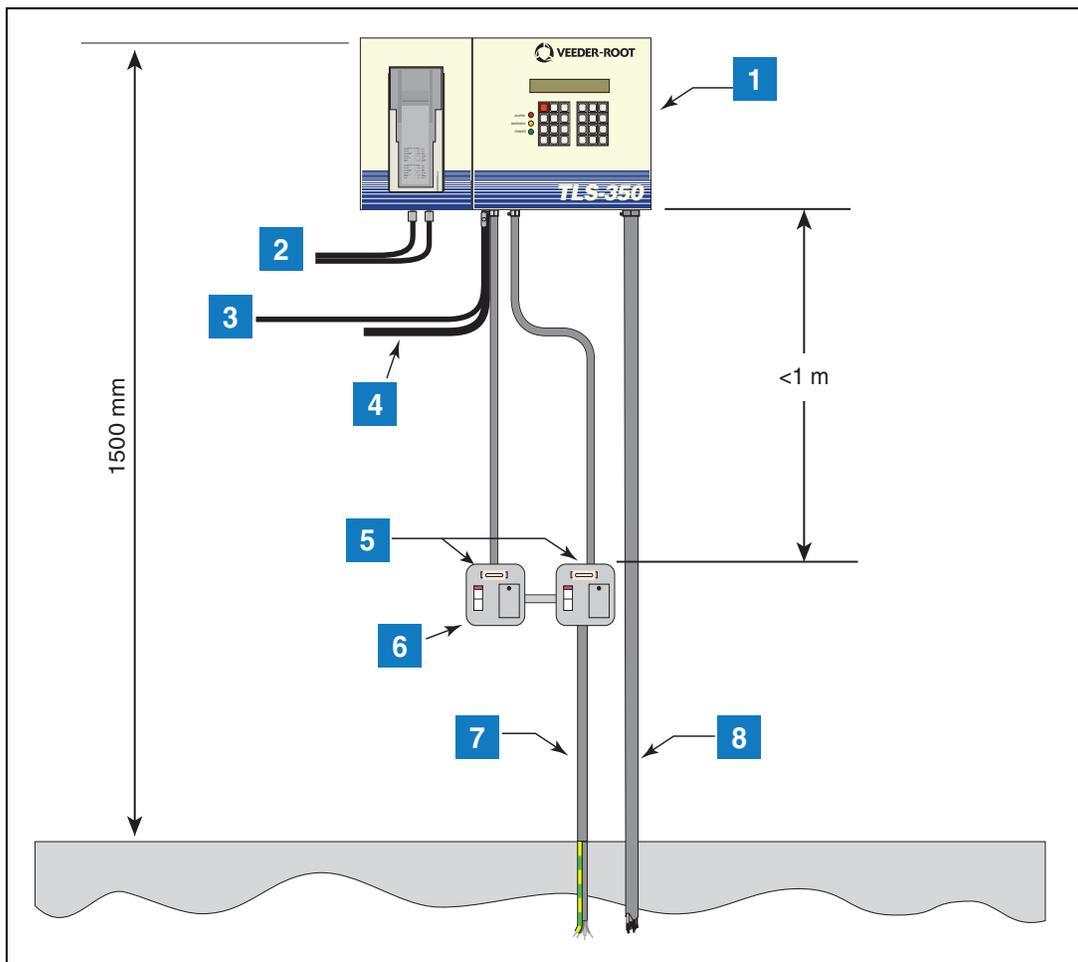
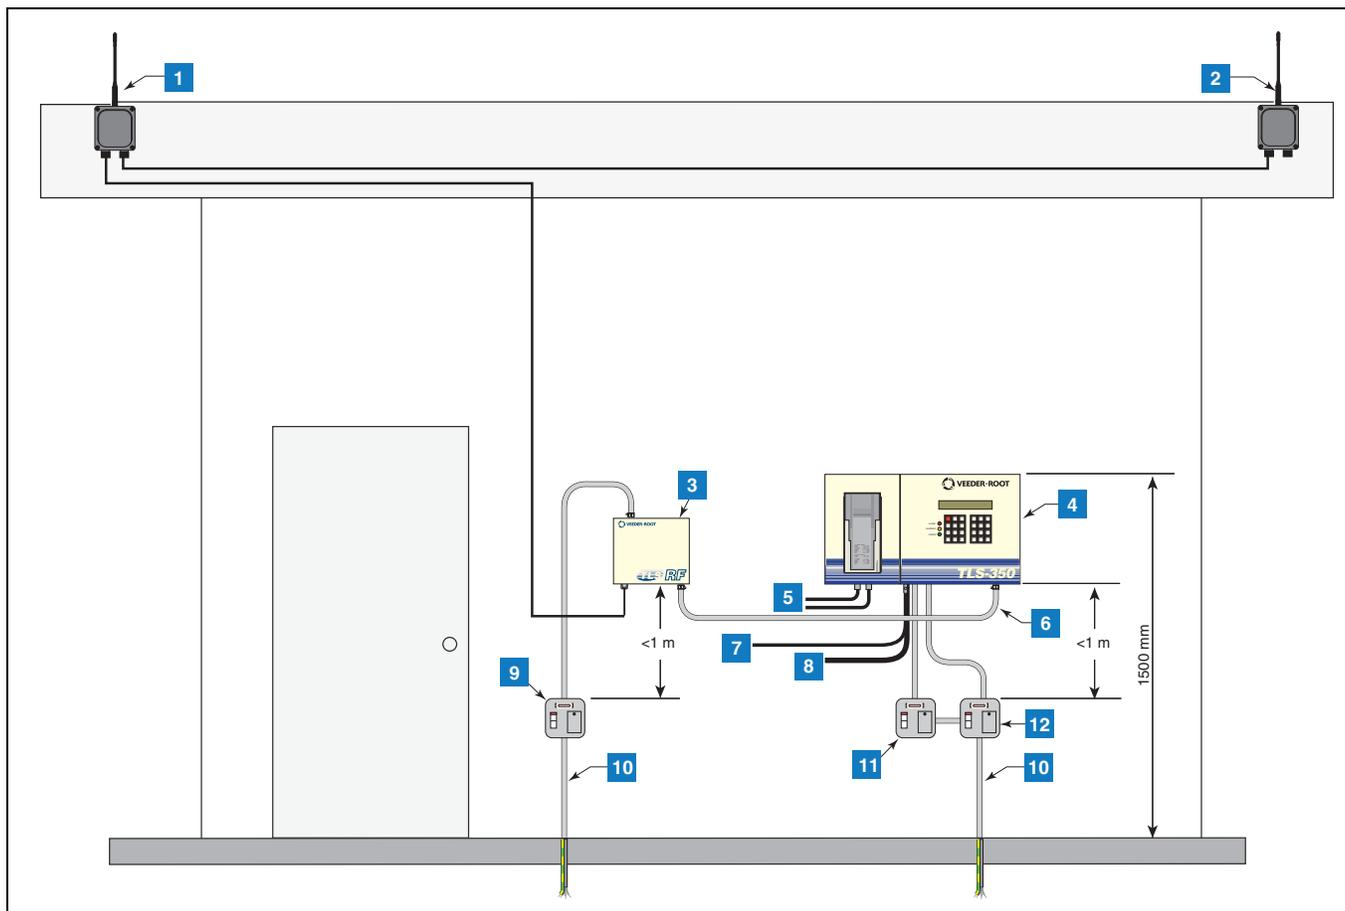
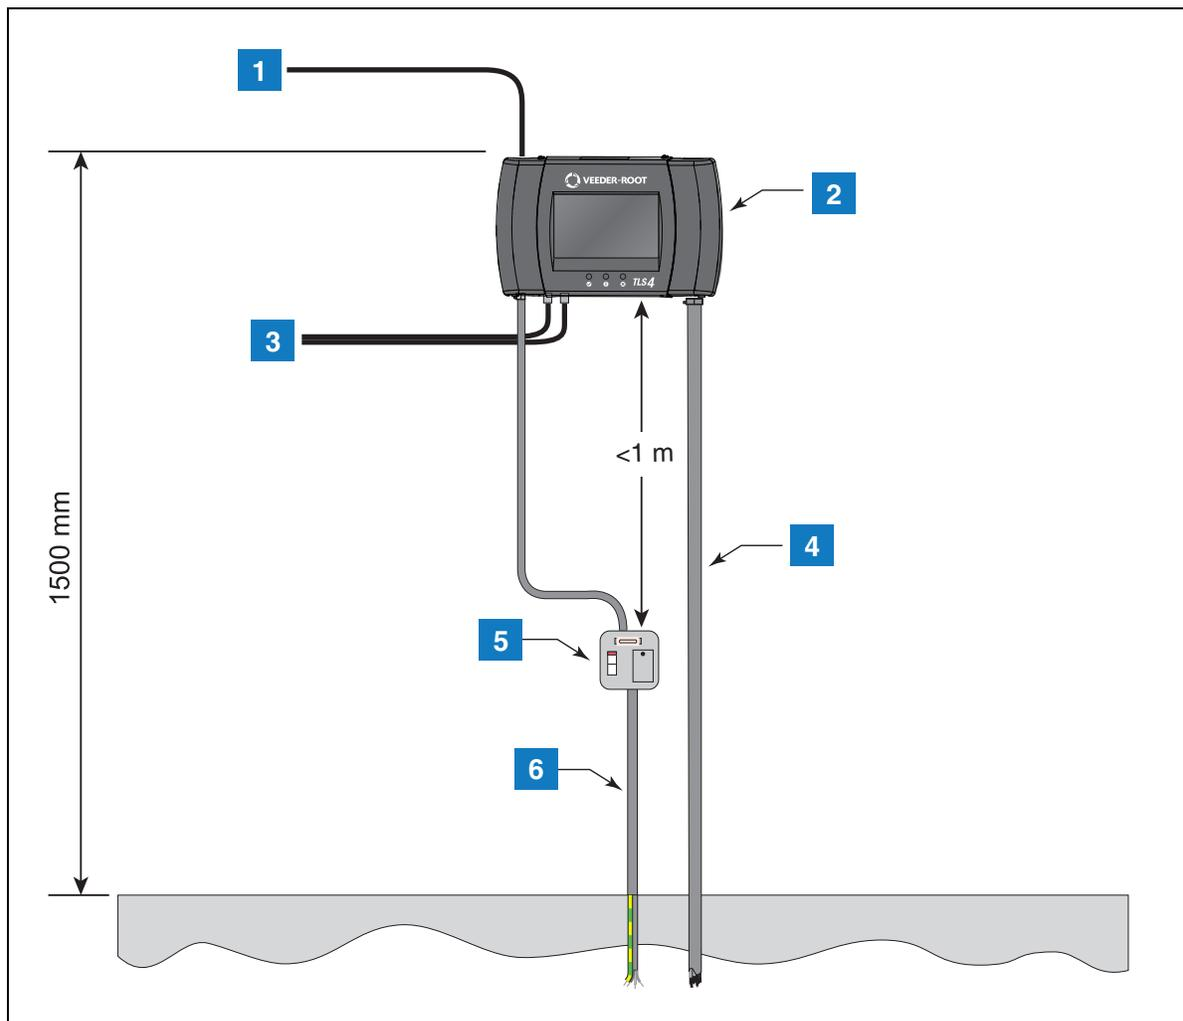

Figura 2. Exemplo de Instalação da Consola TLS-3XX
Figura 4. Exemplo de Instalação do TLS RF
Figura 5. Exemplo de Instalação da Consola TLS4/8601
A consola do sistema deve encontrar-se numa parede interna do edifício da estação de serviço, a uma altura de 1500 mm do chão. As figuras Figura 2, Figura 4 e Figura 5 mostram as disposições típicas de instalação da consola.
**LEGENDA PARA CAIXAS NUMERADAS NA Figura 2**
**LEGENDA PARA CAIXAS NUMERADAS NA Figura 4**
**LEGENDA PARA CAIXAS NUMERADAS NA Figura 5**